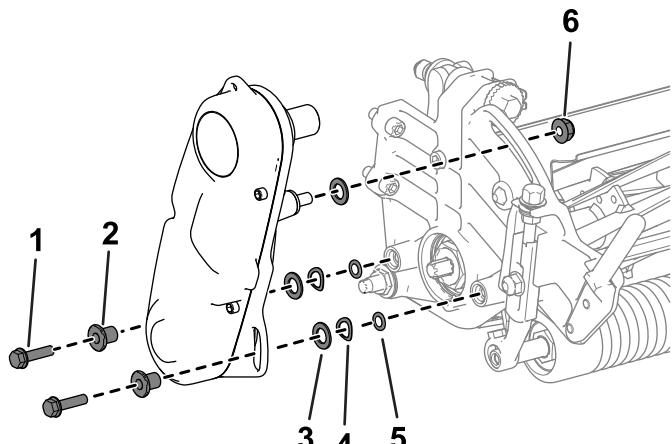

Figura 3
3. Rimuovete le viti di regolazione dell'altezza di taglio e le viti per il montaggio del rullo dai bracci dell'altezza di taglio (Figura 3).
4. Rimuovete i 2 bulloni (5/16" x 2 1/4") dai 2 dadi (mantenuti fissati dalla piastra laterale) che fissano il contrappeso sulla piastra laterale dell'apparato di taglio. Rimuovete il contrappeso (Figura 3).
6. Rimuovete il coprimozzo per mostrare il dado cuscinetto (Figura 3).
7. Togliete il dado del cuscinetto dall'albero del cilindro (Figura 3).